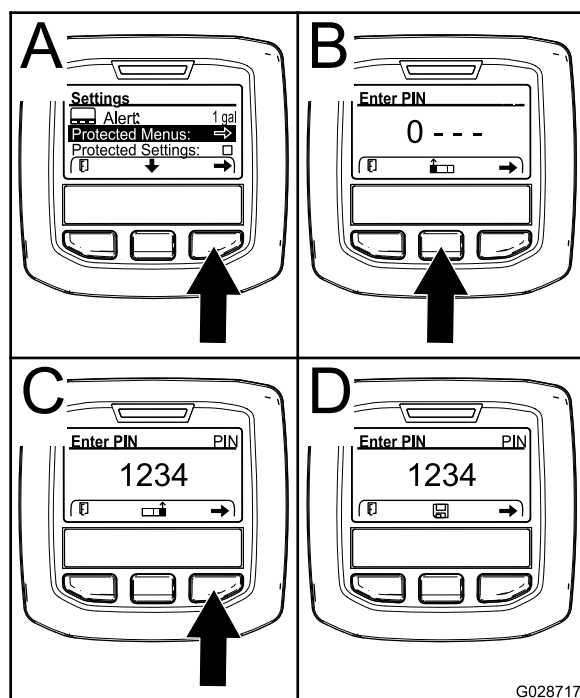

图12
3. 按右侧选择按钮选择受保护菜单图12。
- 按中间选择按钮图12 中的 B可增加数值09。
- 按右侧选择按钮图12 中的 C可将光标移至右边的下一个数值位置。
- 注意** 保存图标将显示在中间选择按钮的上方图12 中的 D。